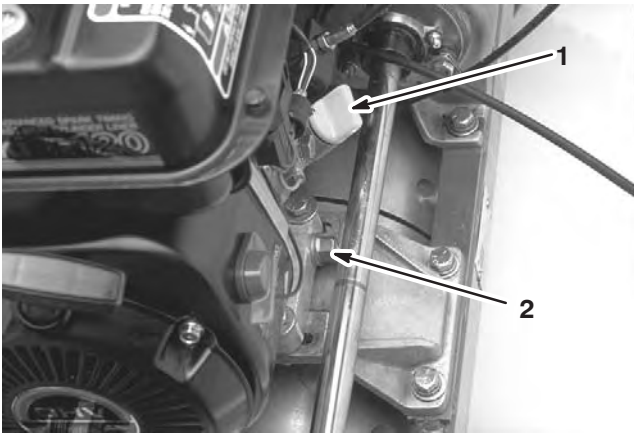

Bild 28
2. Reinigen Sie den Bereich um den Ölpeilstab (Bild 28).
2. Stellen Sie eine Auffangwanne hinten an die Maschine unter die Ablassschraube (Bild 28).